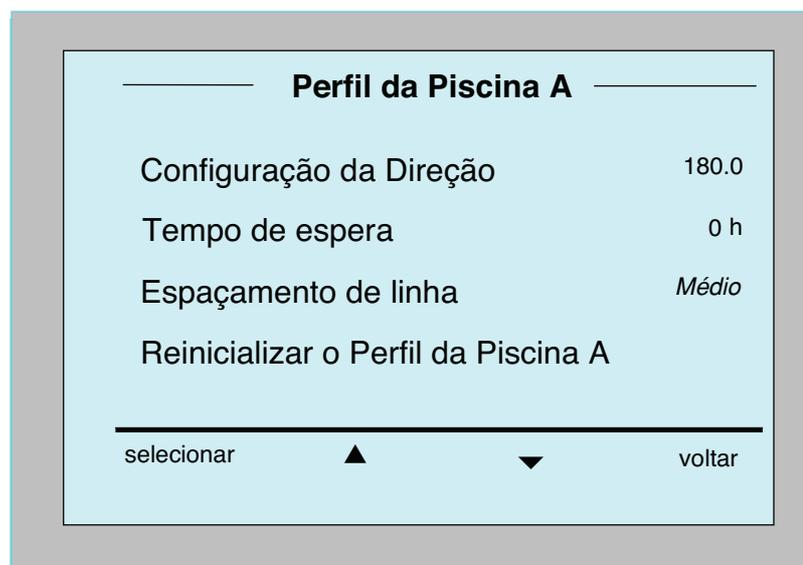

Figura 13: Segunda tela de perfil de piscina
- Após configurar o *Scanning Path*, a partir da tela *Pool Profile*, role para baixo para a próxima tela "Direction Setup" (Configuração de direção) (Figura 13).